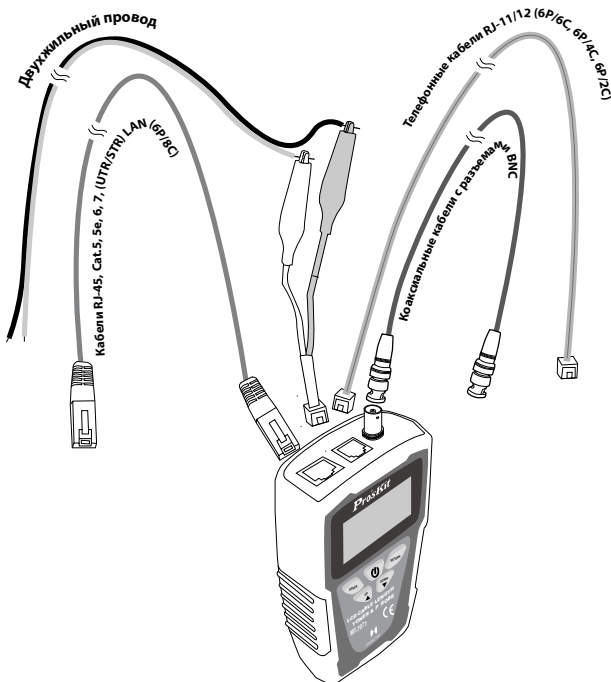

Рис. 6. Калибровка и измерение длины кабеля
2. Подсоедините эталонный кабель к МТ-7071, как показано на рис. 6.
3. Подсоедините стандартный кабель к МТ-7071, как показано на рис. 6.